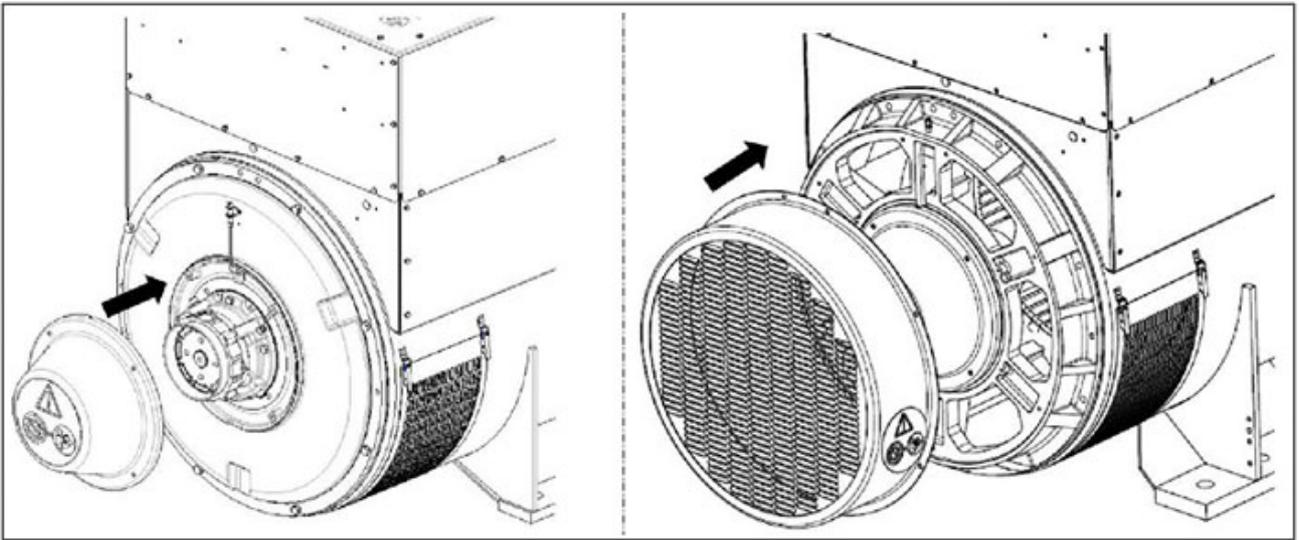

图 18. 转子运输支撑盖子取下和安装说明
1. 取下所有必要的盖子，以便能操作转子运输支撑螺钉。请参阅：图 18 在第 xx 页 31。
1. 取下所有必要的盖子，以便能操作转子运输支撑堵洞螺钉。请参阅：图 18 在第 xx 页 31。